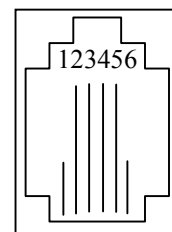

Рис.3. Назначение выводов разъёма ТЈ-6Р4С, установленного на электронном комнатном программируемом индикаторе температуры «Истопник-203».
7.2. Подключите электронный комнатный программируемый индикатор температуры к внешнему устройству с помощью стандартного телефонного удлинителя необходимой длины. Подключение к блокам управления «Навигатор» осуществляется с помощью переходника в соответствии с руководством по эксплуатации на «Двухканальный электронный регулирующий индикатор температуры «Навигатор»». Назначение выводов разъёма приведено на Рис.3, а схема подключения в Приложении II.